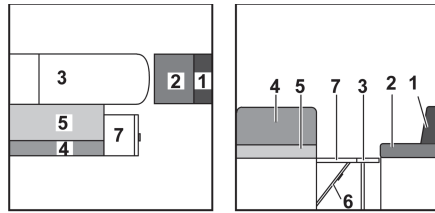

Fig. 146 Durante la transformación
- Plegar la prolongación del banco de asiento (Fig. 146,7) hacia arriba y colocar una cuña con la trampilla.
- Quitar el cojín del respaldo del asiento longitudinal (Fig. 146,1) y ponerlo a un lado.
- Tirar el cojín del asiento del asiento longitudinal (Fig. 146,2) hacia delante hasta la mesa.
- Tirar el del asiento del banco (Fig. 146,5) hacia adelante sobre la mesa.
- Plegar el cojín del respaldo del banco (Fig. 146,4) y tirarlo sobre la prolongación del banco.
- Colocar el cojín adicional (Fig. 146,9) entre el cojín del asiento y el del respaldo.
- Colocar los cojines adicionales (Fig. 146,10, 11 y 12) entre la pared lateral y los cojines sobre la mesa y el tablero.